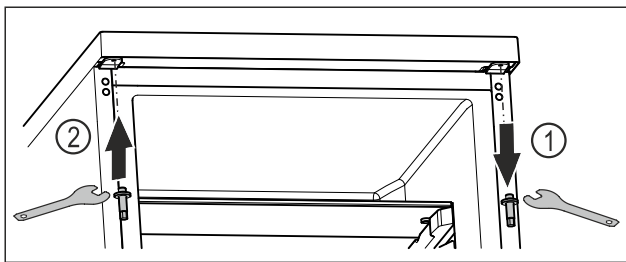

Fig. 19
- ▶ Csavarja ki a felső csapot dugókulccsal. Fig. 19 (1)
- ▶ Csavarozza fel a csapot a másik oldalra dugókulccsal. Fig. 19 (2)